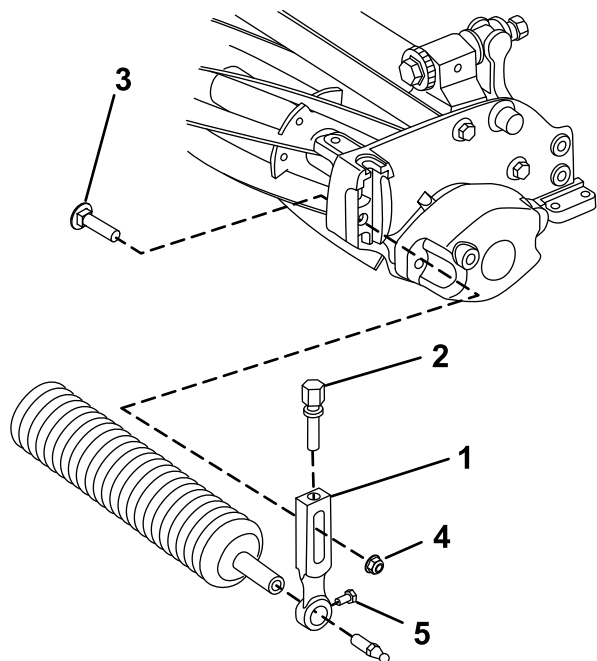

Figure 3
1. Retirez le boulon de charrue et l'écrou à embase qui fixent un des bras de réglage de hauteur de coupe au panneau latéral de l'unité de coupe (Figure 3).
2. Desserrez les vis de fixation du rouleau dans les bras de réglage de hauteur de coupe (Figure 3).
3. Faites glisser l'arbre de rouleau dans le bras de réglage de hauteur de coupe de l'autre côté de l'unité de coupe (Figure 3).
4. Glissez le bras de réglage de hauteur de coupe sur l'arbre du rouleau (Figure 3).
5. Fixez légèrement le rouleau sur l'unité de coupe avec le bras de réglage de hauteur de coupe et les fixations retirés précédemment (Figure 3).
7. Serrez les vis de fixation du rouleau (Figure 3).